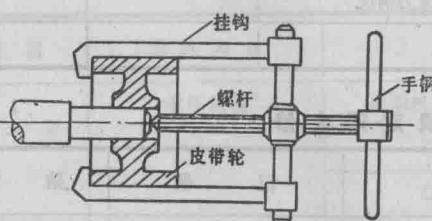

图 1-4 用拉具拆卸皮带轮
1) 拆卸联轴器或皮带轮 首先，在联轴器或皮带轮的轴伸端上做好尺寸标记，然后取下联轴器或皮带轮的定位螺钉或定位销子。装上拉具，拉具的挂钩（二根或三根）对称地钩住皮带轮或联轴器的内圈。并将螺杆对准电动机转子轴中心，转动手柄，慢慢将皮带轮或联轴器拉出，如图 1-4 所示。如果拉不出来，不可硬卸，可在定位螺孔内注入煤油，几小时后再拉；如仍拉不出来，用石棉包住转轴，将喷灯或氧炔焰在皮带轮或联轴器四周快速均匀地加热，待温度升到 250℃ 左右时，加力旋转拉具螺杆，趁热迅速拉出。在拆卸过程中，要注意不可用锤子直接敲打皮带轮或联轴器，以防碎裂或使电动机轴变形。
1) 用拉具拆卸 选用大小合适的拉具，拉具的挂钩对称地钩在轴承内圈上，不能放在轴承外圈上，否则要拉坏轴承。拉具螺杆的顶点要对准轴的中心，动作要慢，用力要均匀，可参考图1-4。